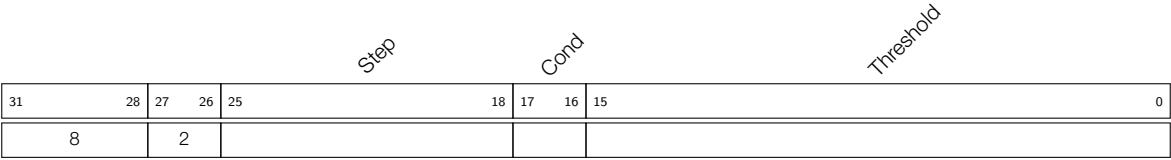

图 26-17. 指令类型 - JUMPS
**Operand**    **描述** - 见图 26-17